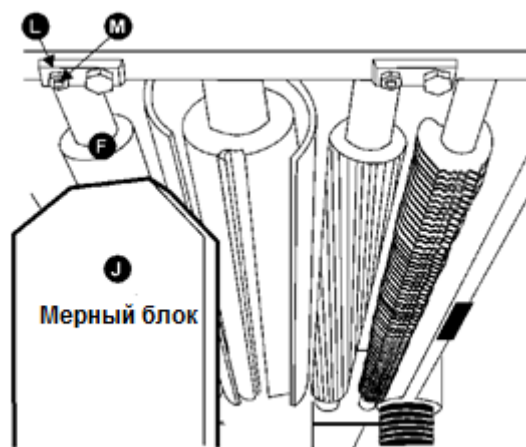

Рис. 28
4. Извлеките щуп и сдвиньте мерный блок (J, см. Рис. 28) под один конец ролика разгрузки (F, см. Рис. 28). Нижняя часть ролика разгрузки должна только касаться вершины мерного блока. Если необходима регулировка ролика разгрузки, ослабьте стопорную гайку (L, см. Рис. 28) и поверните винт (M, см. Рис. 28), пока ролик разгрузки не коснется мерного блока. Затем затяните стопорную гайку (L, см. Рис.28).